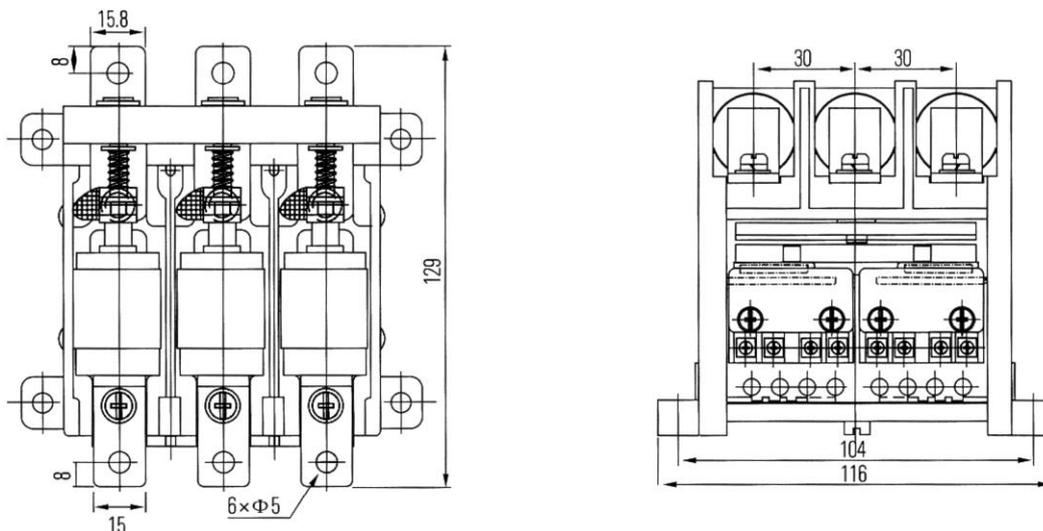

Рисунок 1. Габаритные размеры КВТ-1,14-63
2.2. Общий вид, габаритные и установочные размеры представлены в Приложении А на Рис. 1- 8.